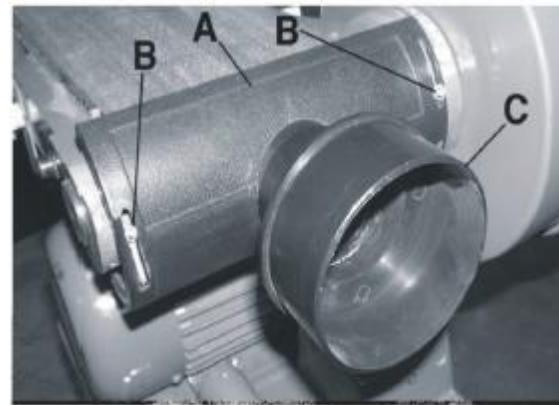

Рис. 12
1. Отвернуть два винта (B) с корпуса ленты и поместить лоток и установить лоток (A) для отвода опилок, рис. 12, и закрепить его на корпусе ленты ранее отвёрнутыми двумя винтами.
При необходимости подключения данного шлифовального станка к системе сбора опилок с помощью гибкого шланга диаметром 4 дюйма установить переходник (C) с диаметра 2-1/2 дюйма на диаметр 4 дюйма, рис. 12.